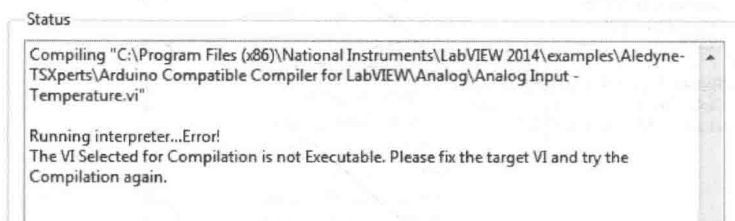

图 1-9 查看编译信息
(5) 查看编译信息 (见图 1-9)。如果编译成功, 那是唯一设置验证 VI 的最好方式。状态栏中提供的编译结果信息方便初始阶段调试, 某些编译失败和错误信息也会及时提醒编程者注意加以修改。